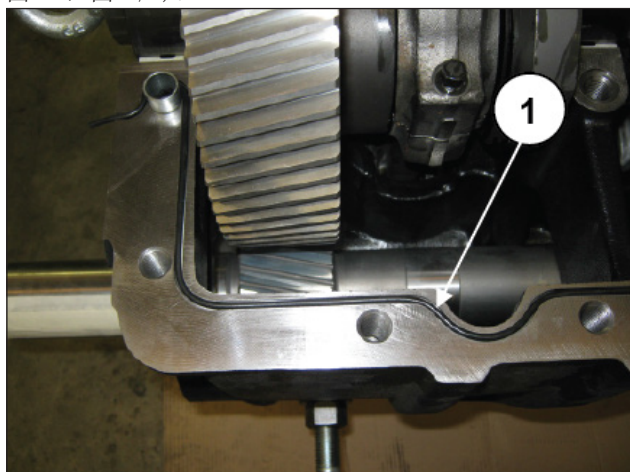

图 35
拆除前泵壳平面上的所有O形垫圈并按需予以更换 (①, 图 35, 图35/a)。